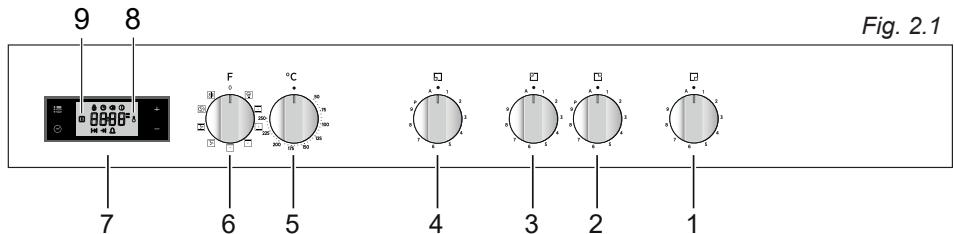

Fig. 2.1
- Détacher le couvercle du bornier, en introduisant un tournevis dans les deux crochets "A" (fig. 2.1).